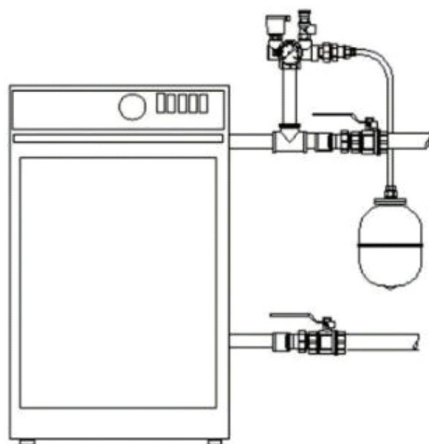

рис. 3
4.3. Расширительный бак защищаемой системы рекомендуется присоединять к свободному резьбовому патрубку группы безопасности (рис. 3). Если расширительный бак к группе безопасности не подключается, свободный резьбовой патрубок должен быть заглушен.